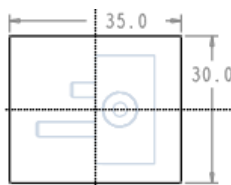

图 10.6 截面草图
(1) 选择命令。单击 **模具** 功能选项卡 **形状** 区域中的 **拉伸** 按钮。
(2) 创建实体拉伸特征。
① 选取拉伸类型。在出现的操控板中，确认“实体”类型按钮 被按下。
② 定义草绘截面放置属性。在绘图区中右击，从系统弹出的快捷菜单中选择 **定义内部草绘...** 命令。选择 **MOLD_RIGHT** 基准平面作为草绘平面，草绘平面的参考平面为 **MAIN_PARTING_PLN** 基准平面，方位为 **左**；单击 **草绘** 按钮，至此系统进入截面草绘环境。
③ 绘制截面草图。进入截面草绘环境后，选取 **MOLD_FRONT** 基准平面和 **MAIN_PARTING_PLN** 基准平面为草绘参考，然后单击 **关闭(C)** 按钮，截面草图如图 10.6 所示；完成特征截面的绘制后，单击“草绘”操控板中的“确定”按钮 。